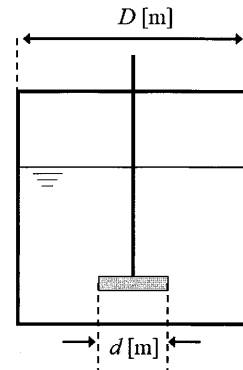
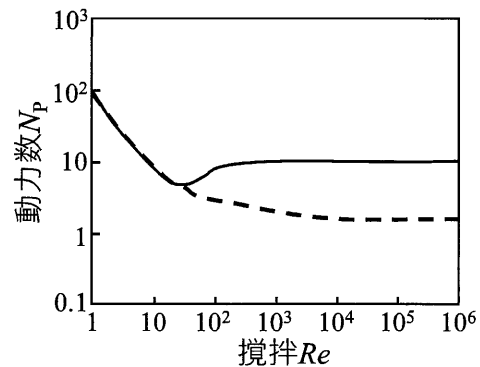

図1 攪拌装置の構成
図2 攪拌装置による動力特性の差異
攪拌や混合は、反応、抽出、吸収、分散、乾燥などを行うときに用いられる単位操作である。以下では、図1に示すように、円筒状の攪拌槽に密度 ρ [kg・m⁻³]、粘度 μ [Pa・s]の流体を満ちし、パドル翼（翼径： d [m]）を使って一定の攪拌速度（回転数： n [s⁻¹])で攪拌する場合を考える。翼径 d は、攪拌槽の内径（ D [m]）の1/3とする。
3) 図1の攪拌装置を攪拌装置(a)とし、攪拌 Re と動力数 N_p の関係、すなわち動力特性を調べた。次いで、攪拌槽の内壁に板状構造体を鉛直に複数枚取り付け付けた。それを攪拌装置(b)とし、その動力特性も調べた。その結果、図2の実線と破線でそれぞれ示すように、攪拌 Re が 10^2 付近を超える範囲で両動力特性に明確な差異が生じた。攪拌装置(b)で得られる動力特性として適するものを、「実線」か「破線」のいずれかで答えよ。
5) 図2の攪拌 $Re < 10$ の領域では、攪拌槽に板状構造体を設置しても動力数 N_p に明確な差異は見られなかった。板状構造体の影響が動力数 N_p に表れにくい理由を、低攪拌 Re 領域の流動の特徴を述べながら、100文字以内で説明せよ。